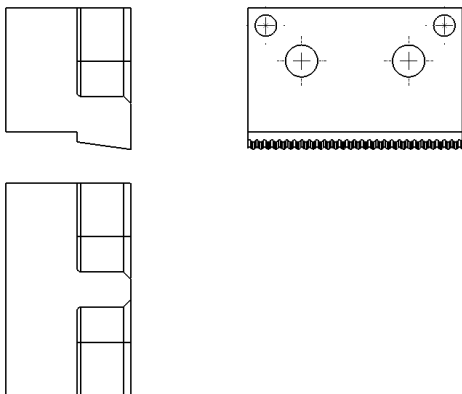

图 12-36 打开工程图文件
(1) 单击常用工具栏中的【打开】按钮，打开一幅工程图文件，如图 12-36 所示。